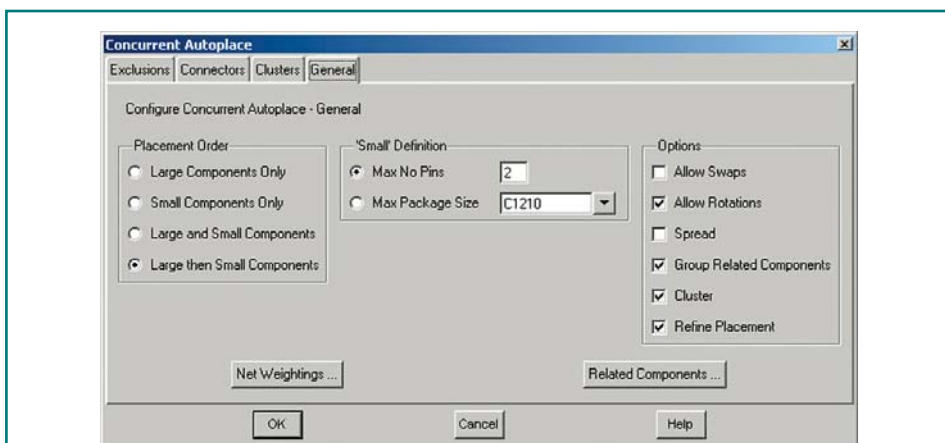

Рис. 17. Настройка процедуры Concurrent Autoplace
24. Выполним все настройки на этой закладке, как показано на рис. 17, а именно: в поле Placement Order включим опцию Large then Small Component (размещать сначала большие, затем маленькие компоненты); в поле Small Definition включим опцию Max No Pins и зададим значение 2 (считать маленькими все компоненты с числом выводов не более двух); в поле Options включим опции Allow Rotations (разрешать поворот), Group Related Components (группировать связанные компоненты), Cluster (учитывать заданные кластеры размеще-